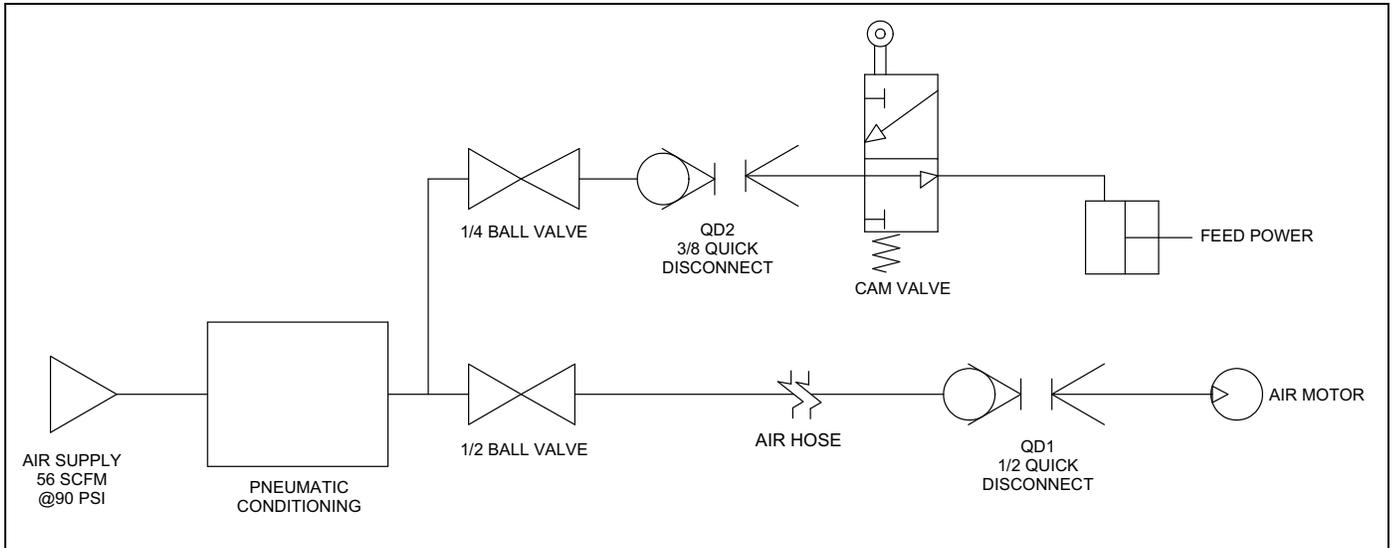

FIGURA B-1. P/N 87917 ESQUEMA NEUMÁTICO
- FIGURA B-1. P/N 87917 ESQUEMA NEUMÁTICO - - - - - 113